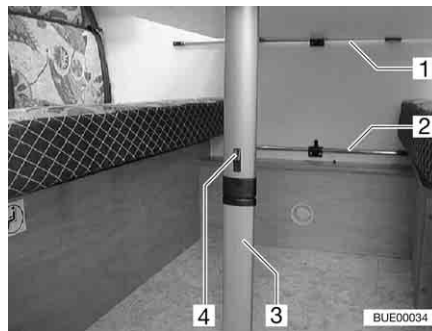

Fig. 68 Mesa colgante con pata articulada
- Correr el bloqueo (Fig. 68,4) hacia el tablero de mesa.
- Abatir 90° la parte inferior de la pata (Fig. 68,3).
- Desenganchar la mesa colgante del riel de enganche superior (Fig. 68,1).
- Enganchar la mesa colgante en el riel de enganche inferior (Fig. 68,2) y situar en la articulación de la pata de la mesa.